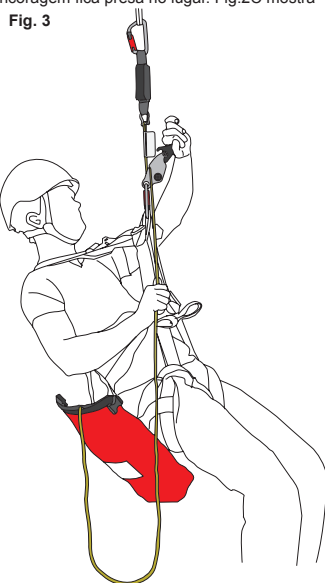

Fig. 3
3. Fixe o descensor a um ponto de fixação frontal do arnês fig 3 - (o ponto de fixação EN813 baixo no arnês é recomendado) com o mosquetão. Assegure-se de que ambos os mosquetões se trancaram completamente.